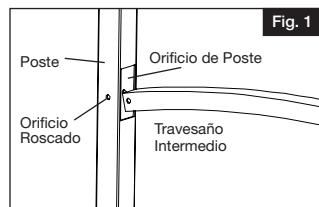

Fig. 1
- Insertar los extremos del travesaño intermedio curvado en los orificios de cada poste y comprobar que los orificios en el travesaño queden alineados con los orificios en el poste (Fig. 1).